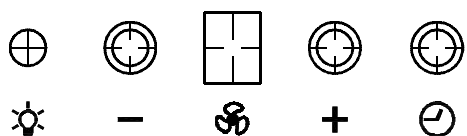

РИС. 12
7.2.2 Электронный переключатель с цифровым индикатором скорости (рис.12) имеет четыре кнопки управления без фиксации и цифровой индикатор, который показывает скорость вентилятора.